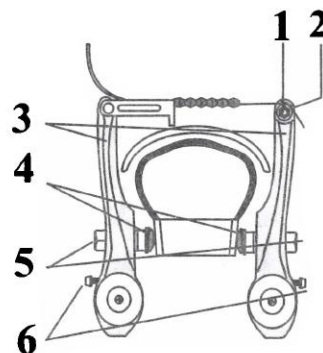

Рис. 10
5. Отпустите винт **1** (**Рис. 10**) переднего тормоза и установите тросик тормоза в предназначенное ему место, после чего затяните винт.
1. Для регулировки тормоза ослабьте винт **1** натяжения троса **2** (**Рис. 10**).